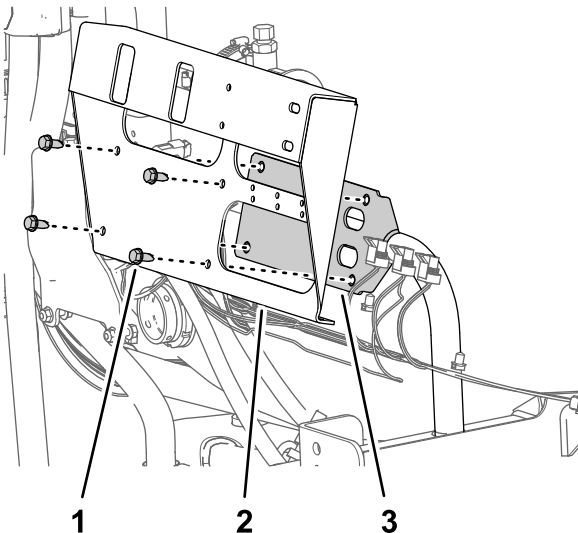

图71
3. 从阀门安装架卸下固定喷洒段阀支架的 4 个凸缘头螺丝 5/16 x 3/4 英寸然后从机器上卸下阀门支架 图71。